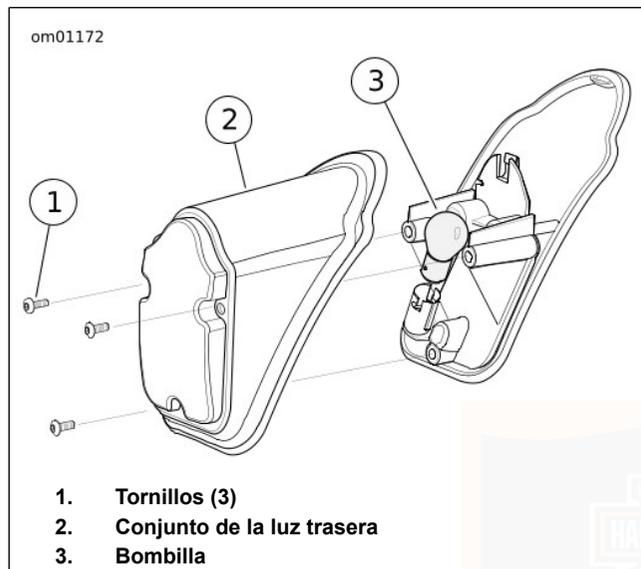

Figura 64. Conjunto de la luz trasera: Estilo Tombstone
1. Vea Figura 64. Gire el interruptor de encendido a OFF (apagado).
2. Extraiga los tres tornillos (1) para separar el conjunto de la luz trasera (2) de la base.
3. Empuje la bombilla (3) dentro del enchufe. Gire un cuarto de vuelta hacia la izquierda. Saque la bombilla del enchufe.
6. Oriente las patillas índice en la bombilla **nueva** (3), colocando las guías de las patillas dentro del portalámpara de la bombilla. Presione y gire la bombilla **nueva** hacia la derecha dentro del portalámpara.
7. Instale el conjunto de la luz trasera (2) en la base con los tres tornillos (1). Apriete los tornillos a 2,3–2,7 N·m (20–24 **in-lbs**).